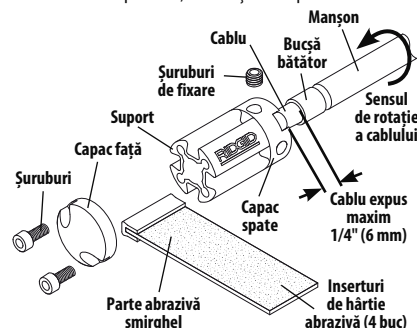

Figura 1 – atașament pentru șmirghel RIDGID® FlexShaft
Atașamentele pentru șmirghel RIDGID® FlexShaft sunt proiectate pentru a fi utilizate împreună cu mașinile RIDGID FlexShaft, pentru curățarea finală a pereților țevilor (cum ar fi înainte de acoperirea țevilor) sau curățarea finală/laterală după acoperirea țevilor (figura 1).
1. Demontaji cele două șuruburi care fixează capacul față și demontaji capacul față. (Vedeți figura 1.)